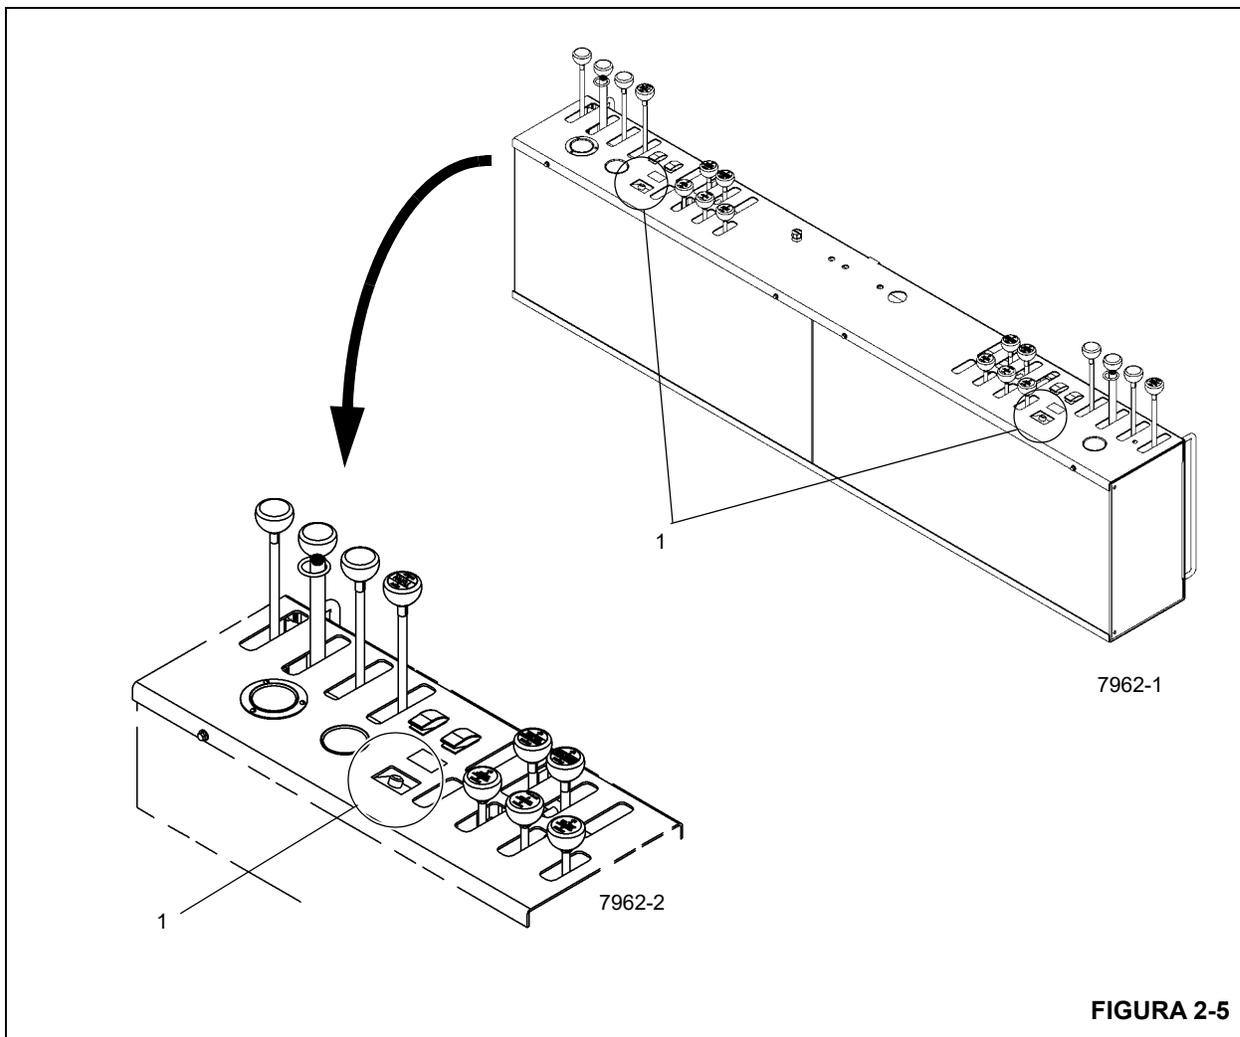

FIGURA 2-5
El OMS utiliza un indicador LED para indicar al operador la posición de los estabilizadores. El indicador de estado de los estabilizadores (1, Figura 2-5) es un LED de dos colores ubicado en cada puesto de control. En versiones antiguas de la 800D, cuando la alimentación está conectada y las vigas de los estabilizadores están extendidas hasta un punto donde proporcionan estabilidad máxima (las vigas deben estar completamente extendidas en las grúas equipadas con estabilizadores traseros tipo extender y bajar [RSOD]), el indicador de estado de los estabilizadores se ilumina
- Si está equipado con sistemas de monitoreo de estabilizadores (OMS) y HCA, asegúrese que el indicador de estado del estabilizador en la consola del operador (1, Figura 2-5) cambie de rojo fijo a verde fijo cuando el estabilizador esté completamente extendido.